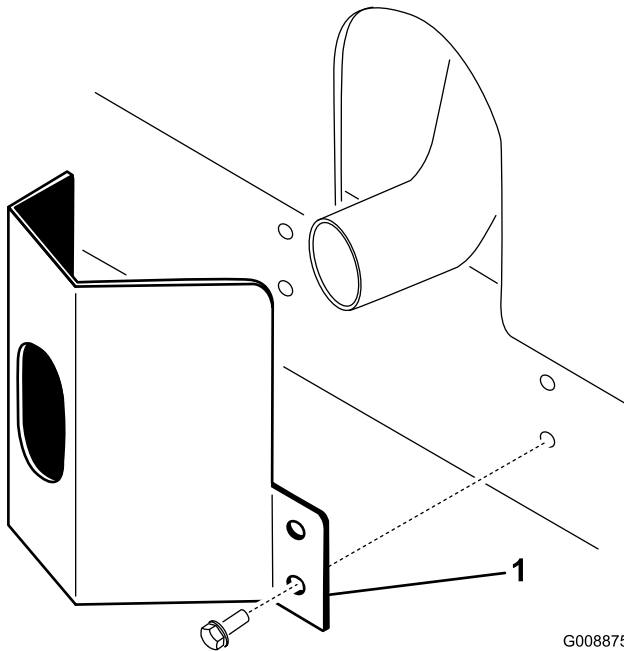

図 12
1. フレームについている取り付け穴に合わせてマフラー部にガードを取り付ける 図 12。
2. タップねじ本で固定する 図 12。